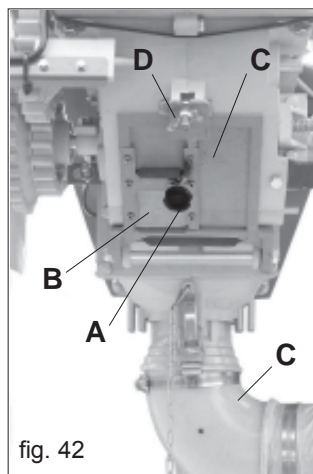
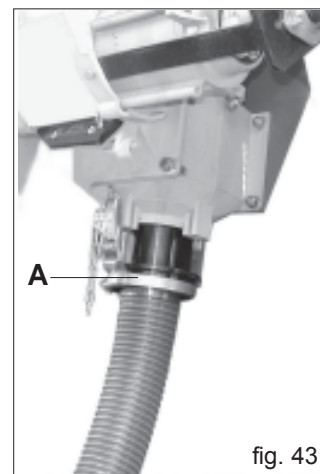

fig. 42
fig. 43
- placer un sac ou un bac sous la porte de déchargement de l'appareil doseur. Puis, dévisser la poignée (A Fig. 42) pour décharger le contenu de la trémie par le portillon (B). Enfin, ouvrir la porte de déchargement (C Fig. 42) en dévissant l'écrou à ailettes (D Fig. 42) pour vider le contenu restant à l'intérieur du doseur;
- Retirer le coude (C Fig. 42) placé sous le canal de l'injecteur, raccorder à la même place le tube de récolte fourni en dotation (A Fig. 43) et à l'autre extrémité du tube, placer un bac de récolte. Puis, tourner la roue de transmission dans le sens de la marche à l'aide de la manivelle.